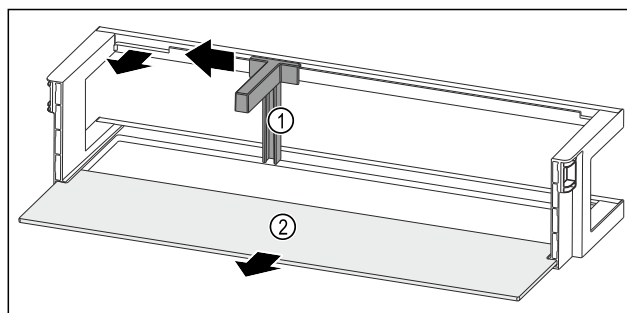

Fig. 138 Raft montat pe ușă cu suport pentru sticle și raft
- Împingeți în lateral suportul pentru sticle Fig. 138 (1) până la degajare.
- Extrageți suportul pentru sticle Fig. 138 (1).
- Extrageți raftul Fig. 138 (2).